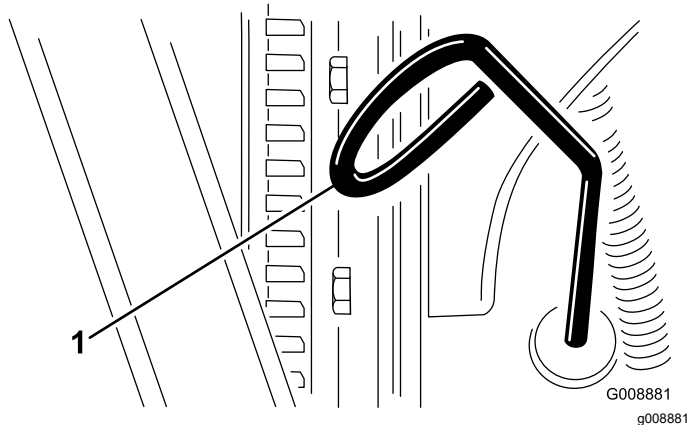

Figura 54
3. Retire a vareta, limpe-a, coloque-a no tubo e volte a retirá-la em seguida. O nível de óleo deve estar entre marca CHEIO e a marca ADICIONAR (Figura 54).
4. Se o nível de óleo estiver baixo, retire o tampão de enchimento e adicione óleo até que fique entre a marca CHEIO e a marca ADICIONAR (Figura 54).